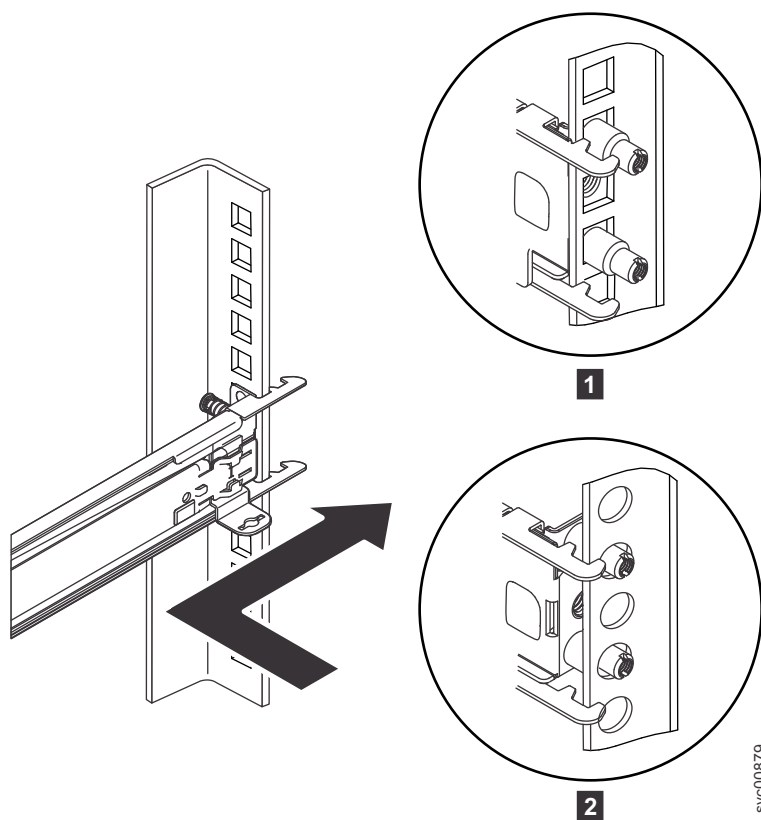

図 64. スライド・レールの後部端の取り付け
3. 96 ページの図 64 に示すように、スライド・レールの後部端を取り付けます。